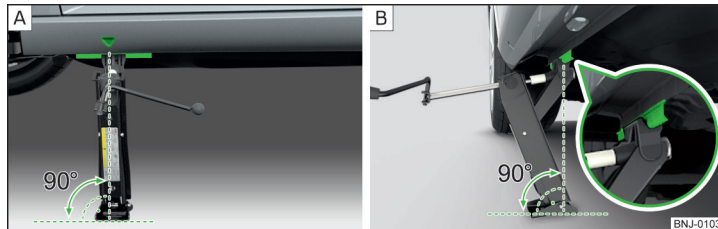

Fig. 185 Raffigurazione di principio: Applicazione del martinetto
- Assicurarsi che la piastra del martinetto poggi su una base dritta con tutta la sua superficie e accertarsi che si trovi in posizione perpendicolare al punto di applicazione » fig. 185 - [A].
- Posizionare il martinetto sotto il punto di applicazione e agendo sulla manovella alzarlo fino a che la staffa d'innesto non cinge la cresta » fig. 185 - [B].